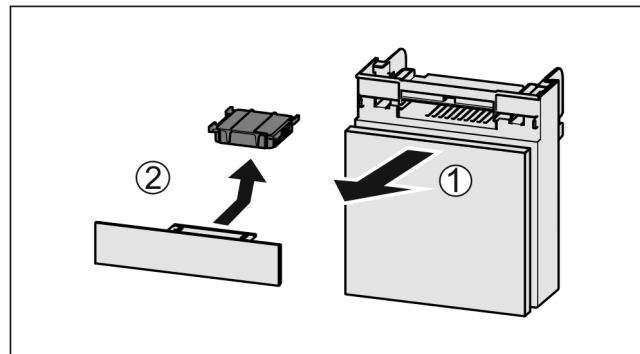

Fig. 142
- ▶ Fach nach vorne herausziehen Fig. 142 (1).
- ▶ Aktivkohlefilter entnehmen Fig. 142 (2).